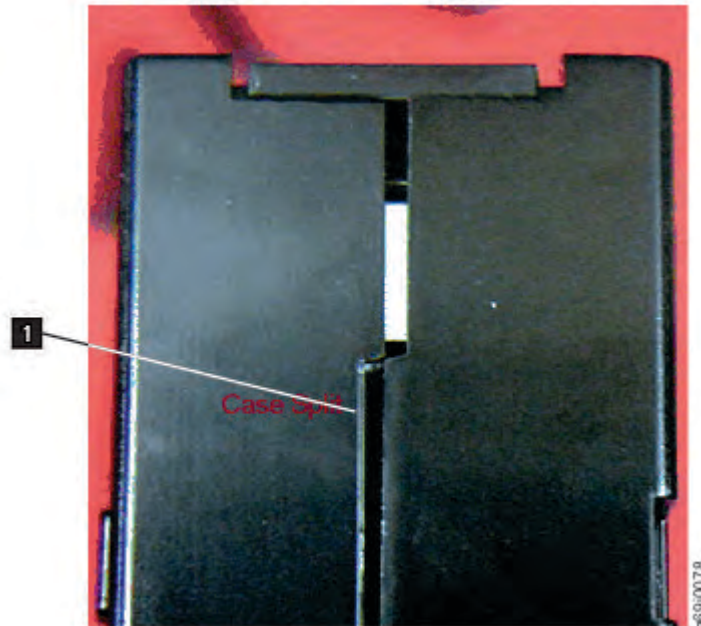
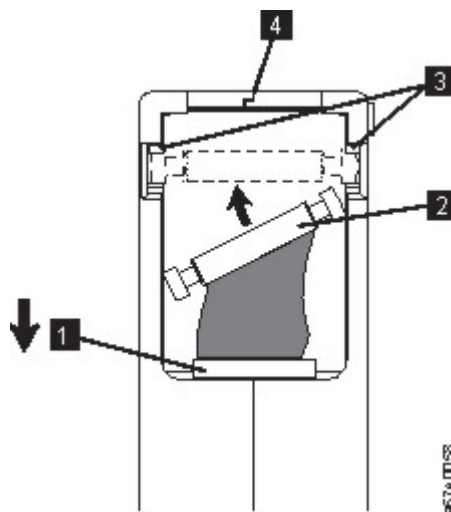

Figure 101. Recherche de jours dans les jointures d'une cartouche
Figure 103. Placing the dislodged leader pin into the correct position
- Inspectez l'arrière de la cartouche (la partie qui rentre en premier dans le compartiment de chargement de la bande) et vérifiez qu'il n'y a pas de fentes dans la jointure du boîtier de la cartouche. (voir **1** dans Figure 101, à la page 232 et **4** dans Figure 103, à la page 234). S'il y a des fentes dans la jointure (voir Figure 101, à la page 232), l'amorce peut être délogée. Accédez à «Repositioning or reattaching a leader pin», à la page 233.
Split cartridge case. See Figure 101 on page 232.
1. Slide open the cartridge door (1 in Figure 103 on page 234) and locate the leader pin (2) (you might need to shake the cartridge gently to roll the pin toward the door).
2. With plastic or blunt-end tweezers, grasp the leader pin and position it in the pin-retaining spring clips (3).